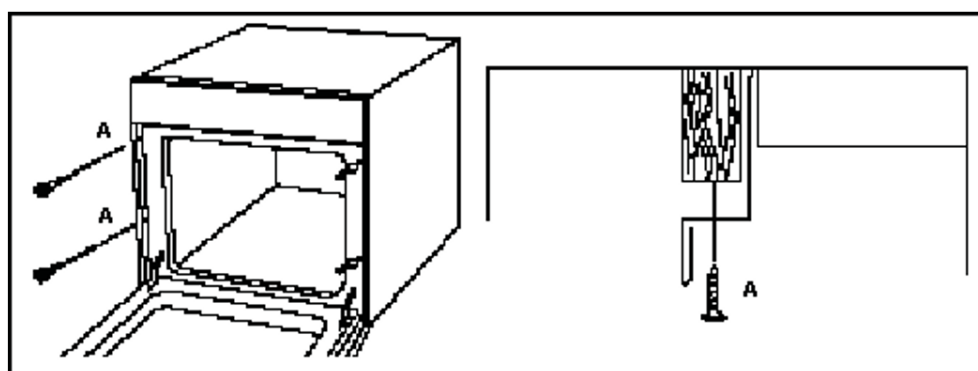

Figura 4
- ❖ Abra la puerta y asegure el horno de la cocina al gabinete con cuatro tornillos para madera en los orificios previstos en ambos lados del bastidor del horno (A). Figura 4.